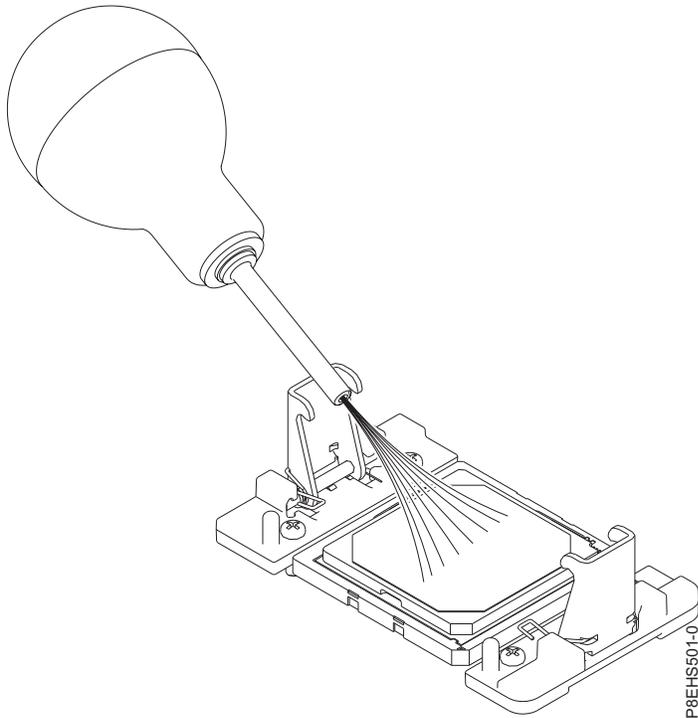

Figura 91. Removendo poeira e fragmentos da área do módulo de processador do sistema
- a. Se houver poeira ou fragmentos, use a bomba de ar fornecida (número da peça 45D2645) para limpar a área do módulo de processador do sistema. Sopre pequenas rajadas de ar do centro para os lados do módulo de processador do sistema, conforme mostrado em Figura 91 na página 91. Se a sua bomba de ar não estiver montada conforme mostrado em Figura 91 na página 91, prenda a ponta no bulbo.